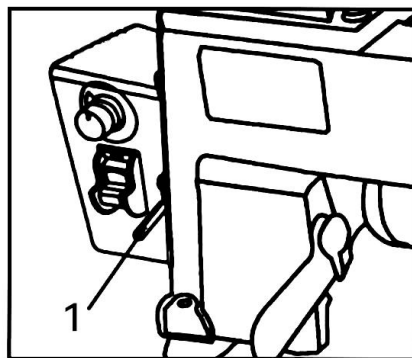

图 10
b. 将图 10 中的锁钮 1 朝下扳， 将开关盒组件转到正前面前贴上产品床身的左端面， 后将锁钮 1 朝上扳， 将开关盒扣上即可。